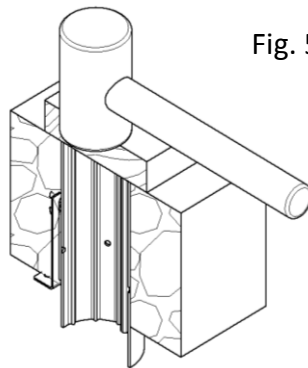

Fig. 5
1. Remove discs (D) and hexagonal head screws (C).
2. If screws do not remove easily, they can be left in place and sheared by driving the segments (A) downward, see Fig. 4. Place a block of wood flat on the segments (A). Use a hammer (6-10 lbs) and strike the wood as it lays flat on top of the segments Fig. 5. The impact of the hammer striking wood will cause the screws to shear. Drive all the segments (A) together, until level with the concrete.
1. Retirer les disques (D) et les vis hexagonales (C).
2. En cas de difficulté à retirer les vis, elles peuvent être laissées en place et coupées lors du positionnement des éléments (A) vers le bas, consulter la Fig. 4. Placer un bloc de bois à plat sur l'élément (A). Utiliser un marteau de 2,7 à 4,5 kg et frapper le bloc de bois comme s'il reposait à plat sur le dessus des éléments, Fig. 5. L'impact du marteau sur le bois provoquera le cisaillement des vis. Joindre tous les éléments (A), jusqu'à ce qu'ils soient de niveau avec le béton.
1. Quitar los discos (D) y los tornillos hexagonales (C).
2. Si los tornillos no salen fácilmente, pueden quedar en el sitio y ser cortados empujando los segmentos (A) hacia abajo, ver Fig. 4. Colocar un bloque de madera plano sobre los segmentos (A). Usar un mazo (2,7 a 4,5 kg) y golpear la madera mientras queda plano sobre los segmentos, Fig. 5. El impacto del mazo golpeando la madera hará que los tornillos se corten. Impulsar todos los segmentos (A) juntos, hasta que queden a ras con el hormigón.